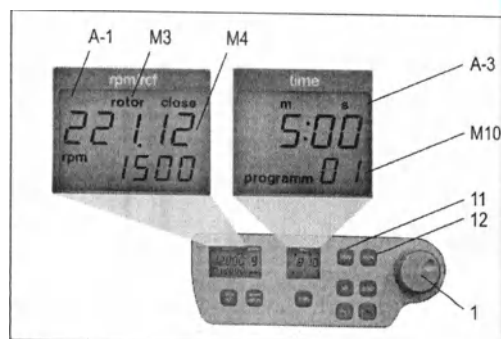

Рисунок 22
Установите требуемый ротор в центрифугу. После нажатия кнопки «prog» [программа] (11) на дисплее «time» [время] (A-3) появится слово «program» [программа] (см. Рисунок 22). Вращая верньер (1), выберите необходимый номер программы.
Если номер уже занят, то на дисплее «rpm/rcf» [об/мин / центробежное ускорение] (A-1) появятся слова «rotor» [ротор] (M3) и «22x.xx» (M4) (см. Рисунок 22). В случае, если номер свободен появится 0.